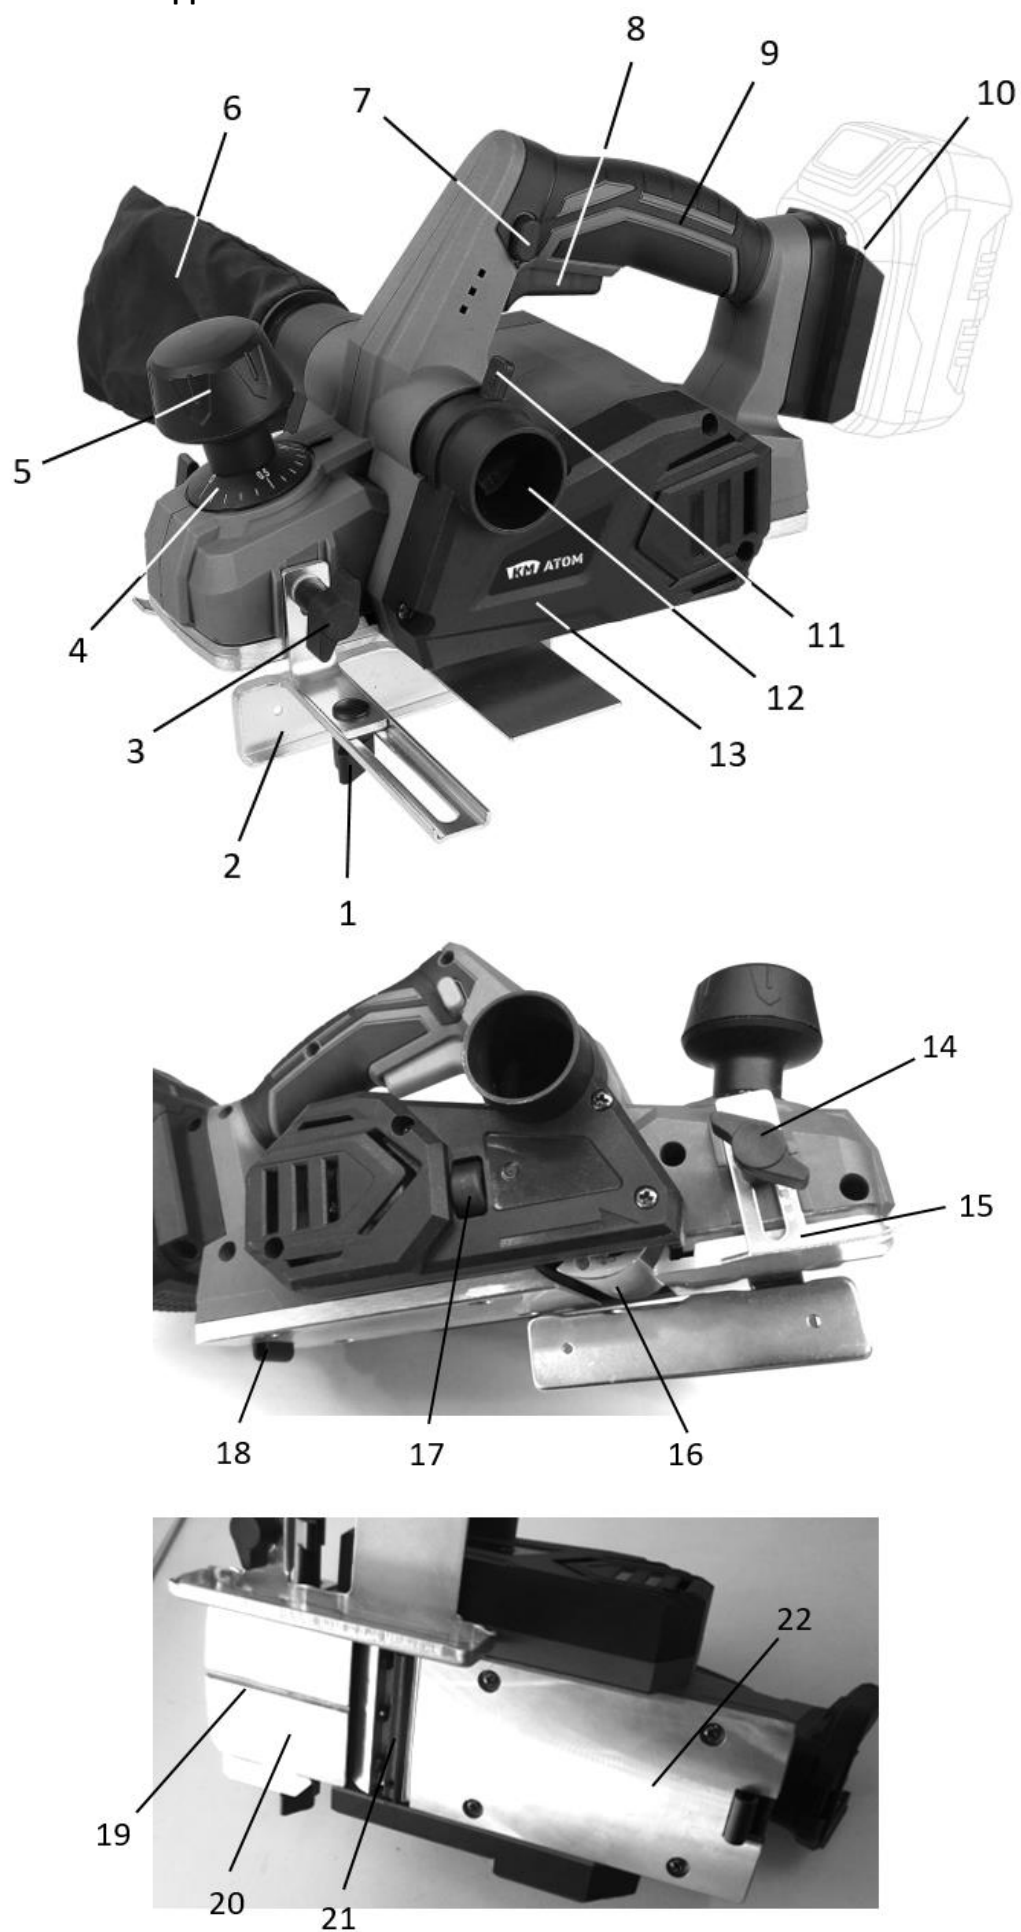

Рис. 1
Для настройки глубины резки, поверните переднюю ручку настройки глубины строгания (5) (рис. 1). Каждое нажатие равно 0,1 мм глубины до максимальной глубины приблизительно 1,5 мм. Рекомендуется выполнить испытательные разрезы на отходах древесины после каждой повторной настройки, чтобы убедиться в достижении необходимой глубины строгания. Несколько мелких проходов (вместо одного глубокого) обеспечат более ровную поверхность.